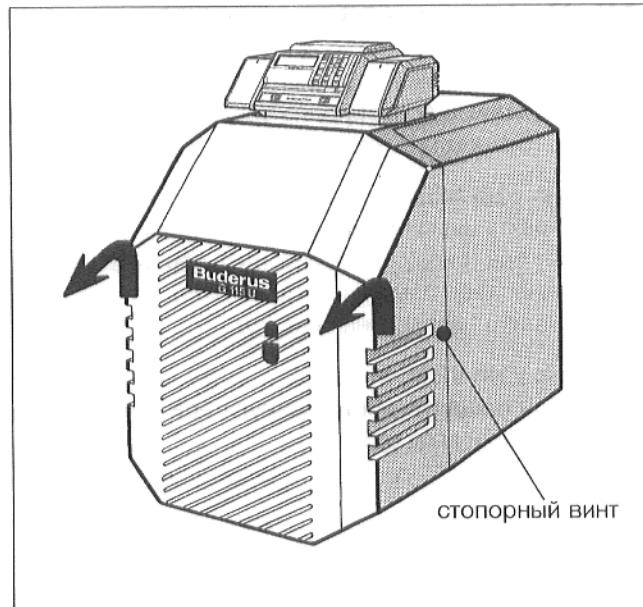

Рис. 23
У Unil-котлов необходимо сначала вывинтить стопорные винты, находящиеся слева и справа в боковых стенках (рис. 23), затем, слегка приподнять кожух горелки, и снять его в направлении вперед.
- Снять облицовку дверцы горелки, или кожух горелки, соответственно описанию выше (рис. 23).